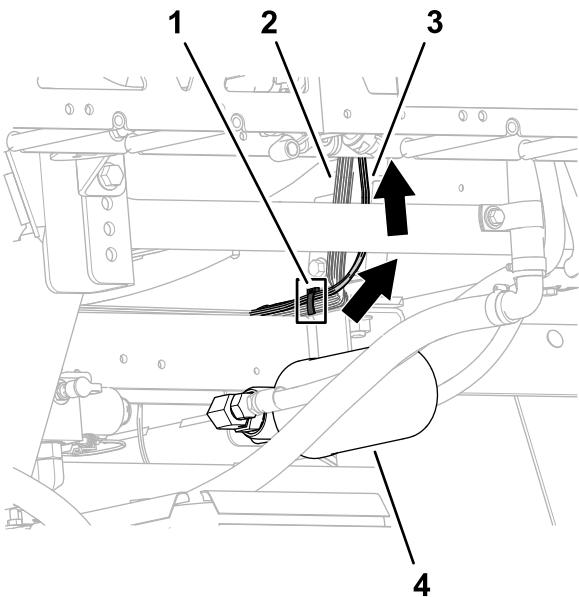

Figura 44
2. Sujete el arnés de cables del kit al arnés de cables trasero de la máquina con una brida, según se muestra en Figura 44.